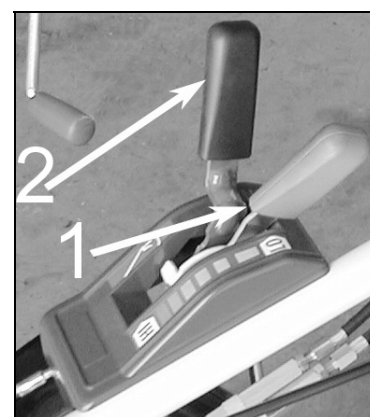

Figure 3
Le levier d'accélérateur (figure 3, repère 1) permet de modifier la vitesse de rotation du moteur, donc la vitesse d'avancement ainsi que la vitesse de rotation des lames. Poussez le levier pour accélérer, tirez le levier pour ralentir le moteur.
- Sélectionnez une vitesse, selon la vitesse d'avancement désiré (voir figure 3) et selon la densité et la hauteur des broussailles à couper.